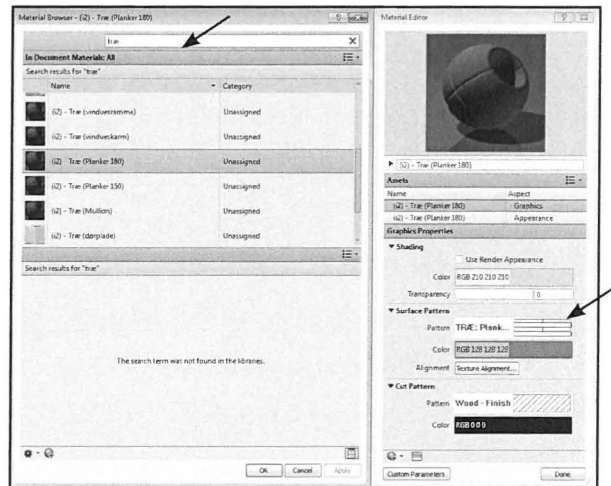

Fig. 07.16 Vælg Træ (Planker 180).
- Vælg et Træmateriale, ved at søge i feltet for oven (Fig. 07.16). Vælg: Træ (planker 180), som har en skravering på overfladen som på (Fig. 07.16). Sæt evt. et renderingsmateriale på, som beskrevet på s. 33. kap. 05).